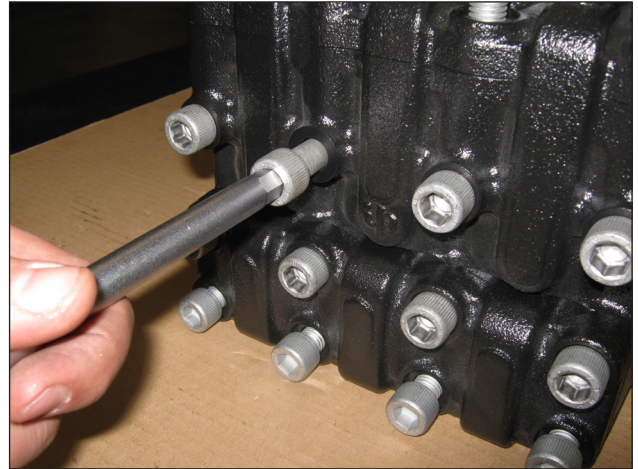

Abb. 24
A) Lösen Sie die Befestigungsschrauben des Kopfs M12x130 gemäß (Abb. 24).